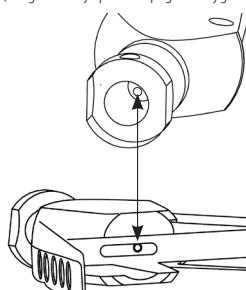

Figure 4
- Rengör hela kanyleringen (fig. 4) noga med hjälp av lämpliga verktyg för att få bort eventuellt skräp som kan finnas där. Ytterligare information om rengöring och upparbetning kan du hitta i broschyren PQRMD.